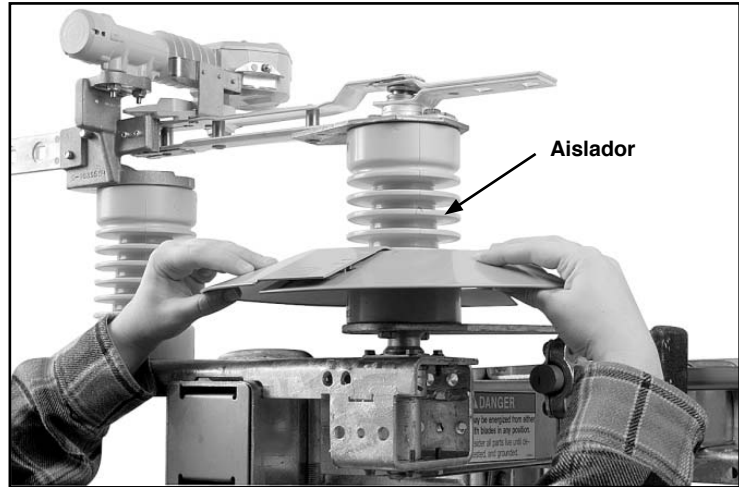
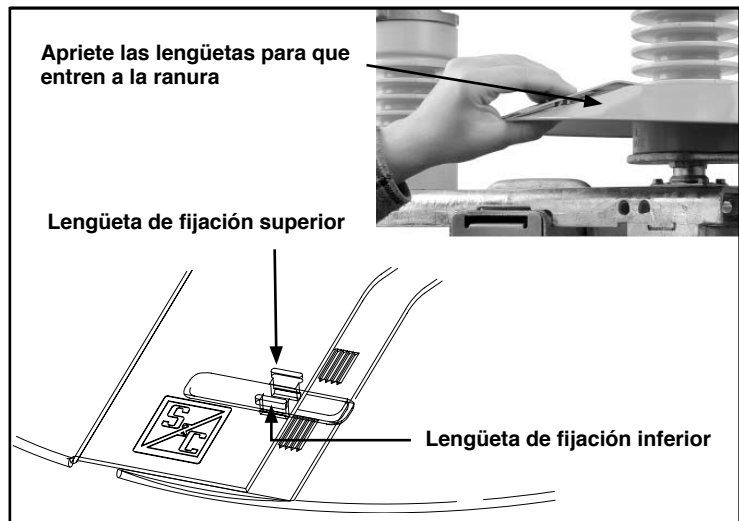

Figura 15. Acomode las mitades del disco alrededor del aislador.
Figura 16. Presione la lengüeta inferior para que entre a la ranura.
- a. Para armar los discos, acomode el disco alrededor del aislador en el extremo de cuchilla del interruptor. Vea la Figura 15. Luego, inserte las lengüetas de fijación de una de las mitades del disco en la ranura abierta de la otra mitad para darle un efecto de agarre seguro. Repita el procedimiento en el lado contrario del disco. Una vez que las dos mitades estén correctamente ensambladas, el logo de S&C quedará en la parte superior del disco a ambos lados. Vea la Figura 16.
- c. Junte las dos mitades del disco hacia el aislador para que queden tan cerca de éste como sea posible. Vea la Figura 17. Presione con fuerza la lengüeta de fijación superior para que entre a su lugar. Ambas lengüetas deben sobresalir por la ranura abierta como se muestra en la Figura 16.